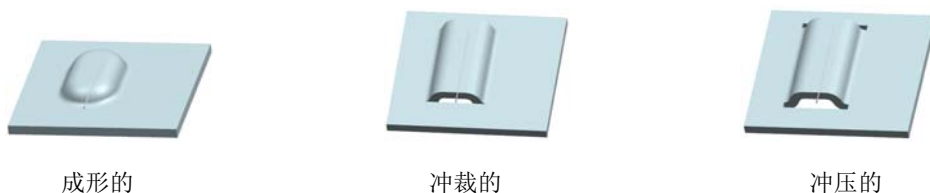

图 4-50 “U 形”示意图
4) 端部条件：是指附着筋的类型，包括成形的，冲裁的和冲压的，示意图如图 4-50 所示。